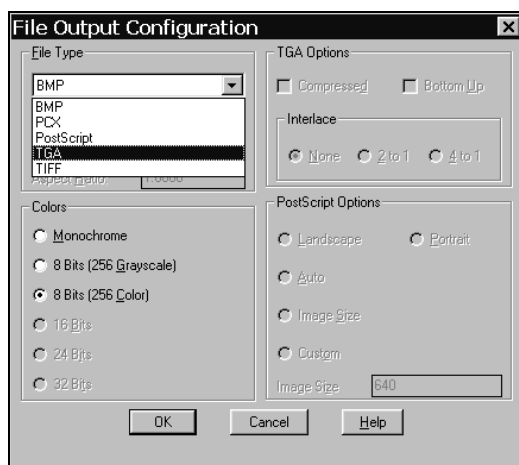

Рис. 10.28. Диалоговое окно **File Output Configuration**
4. В диалоговом окне **File Output Configuration** (Параметры вывода в файл) (рис. 10.28) установить требуемое расширение файла и значения опций. Нажать кнопку **OK** для выхода из окна и возврата в диалоговое окно **Render** (Тонирование).